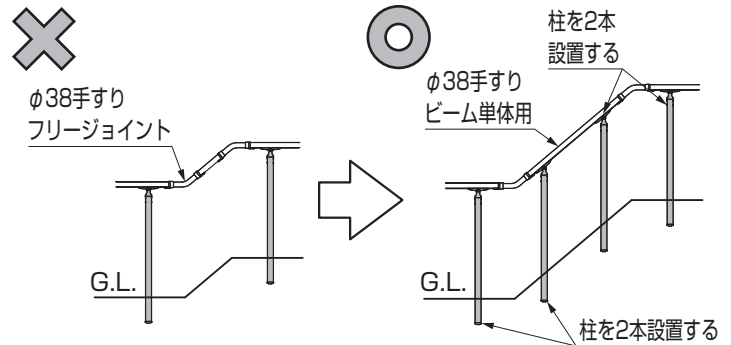

図2 傾斜・コーナーの角度が変わる場所に柱が設置できない場合
- 傾斜・コーナーの角度が変わる場所に柱を設置できない場合は、角度が変わる場所ごとに柱を2本設置してください。(図2参照) また、手すりの間隔が短くて柱を2本設置できない場合は「トップ自在傾斜ブラケット」または「トップ自在コーナー継手ブラケット」で施工してください。